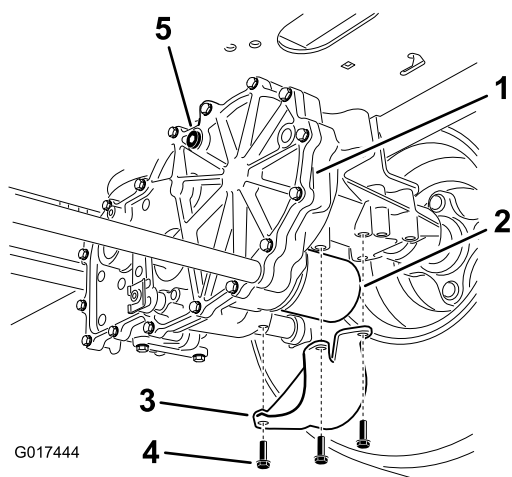

Figure 69
2. Localisez le filtre et les protections sur chaque transmission de la boîte-pont (Figure 69).
3. Retirez les 3 vis qui fixent la protection du filtre et déposez la protection (Figure 69).